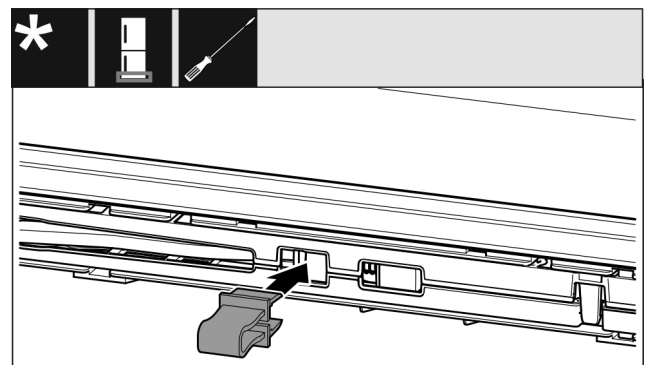

Fig. 14
- ▶ Encajar el seguro en la abertura Fig. 14 ().